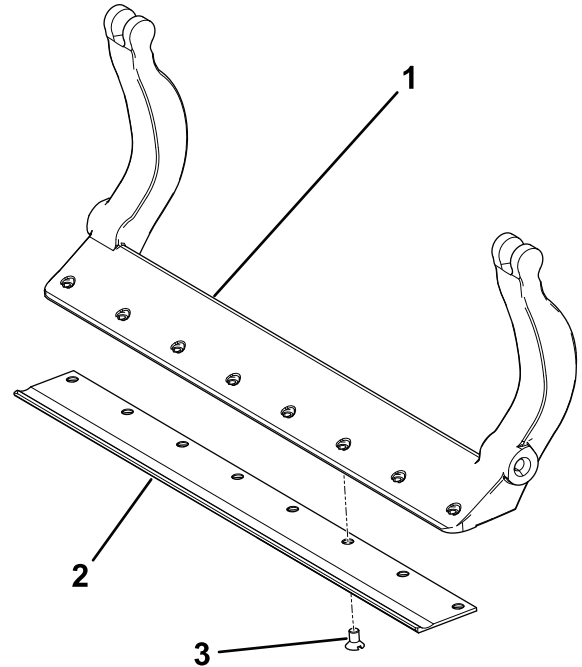

Figure 32
- Appliquez du produit antigrippant sur les vis et montez la contre-lame sur la barre d'appui comme suit (Figure 32) :